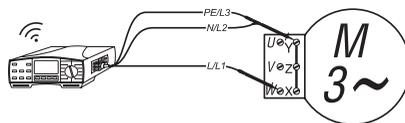
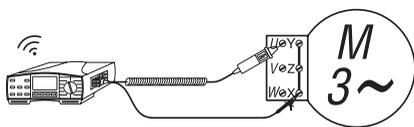

Bild 15: Anschluss der Messleitungen
Bild 16: Anschluss des COMMANDER 2
- Die Messleitungen mit dem Prüfling gemäß Bild 15 oder Bild 16 verbinden und während der Messung das angezeigte Messergebnis oder die akustischen Signale beachten.